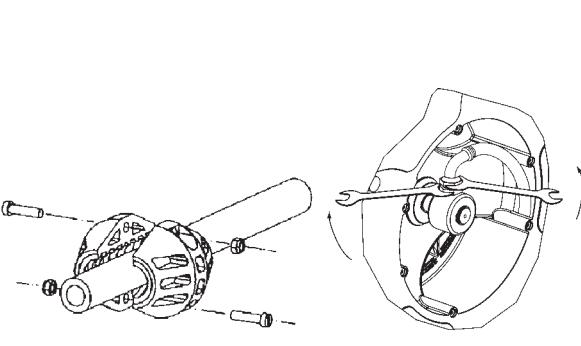

Fig. 7
- Remove the hose stop (fig. 7).
- Afloje y desmonte el tope de manguera (fig. 7).
- Desserrez et retirez la butée d'arrêt du flexible (fig. 7).
- Entfernen Sie den Schlauchstopper (Fig. 7).